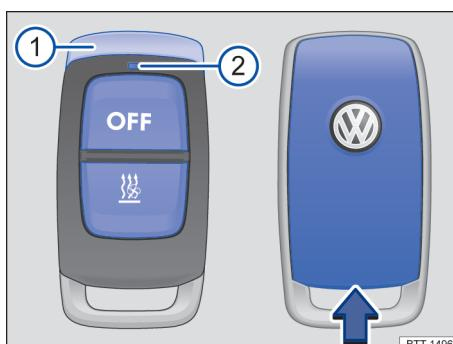

Fig. 97 Aquecimento estacionário: controle remoto (à esquerda) com compartimento da bateria (à direita).
- **Ligar:** Pressionar o botão por aproximadamente um segundo → Fig. 97.
- **Desligar:** Pressionar o botão por aproximadamente um segundo → Fig. 97.
Após apertar o botão, o LED indica diversos estados → Fig. 97 ②.
- Segurar o controle remoto com a antena verticalmente para cima → Fig. 97 ①.
- Inserir um objeto apropriado, por exemplo, uma chave de fenda, na direção da seta no rebaixo da carcaça do controle remoto → Fig. 97.
- Empurrar a cobertura da bateria em direção contrária à da seta → Fig. 97 até encaixar.